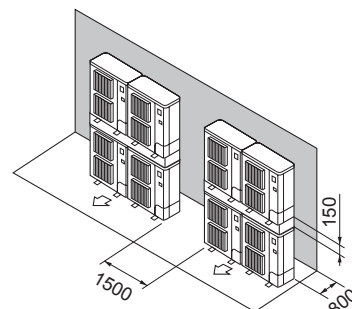

Fig. 2-18
- ⑦ Razvrstitev zloženih enot (Fig. 2-18)